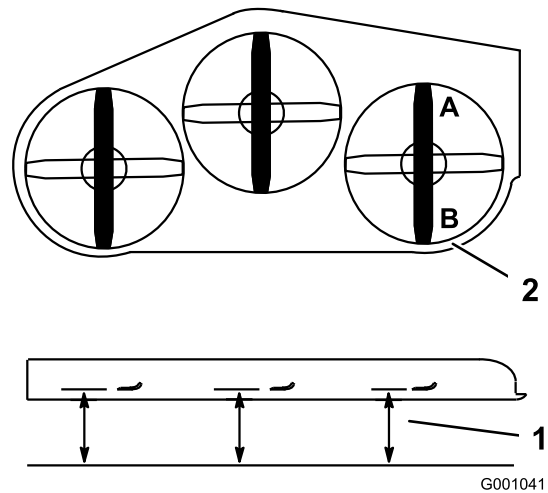
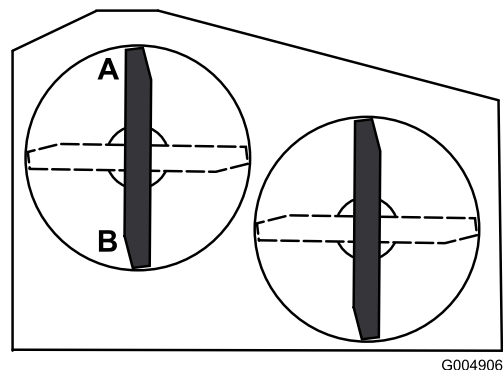

Figure 66
Figure 67
- Tournez une lame dans le sens longitudinal. Mesurez la distance aux points **A** et **B** entre une surface plane et le bord coupant des pointes des lames (Figure 66 ou Figure 67). Pour les tabliers de coupe de 36 pouces, reportez-vous à la Figure 67.
4. Tournez les lames dans le sens longitudinal. Mesurez la distance aux points C et D (Figure 66) entre une surface plane et le bord coupant des lames.